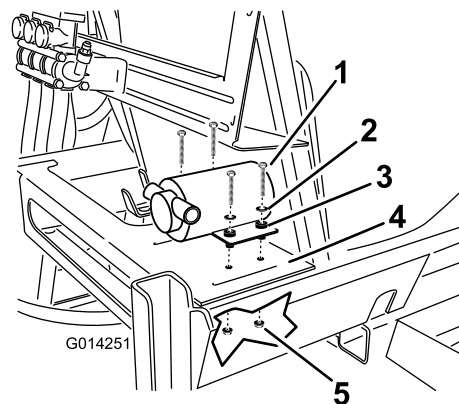

Figura 19
1. Fissate la pompa di lavaggio al telaio del serbatoio sulla piattaforma nella parte posteriore destra del serbatoio principale con 4 bulloni, 4 rondelle e 4 dadi di bloccaggio (Figura 19).